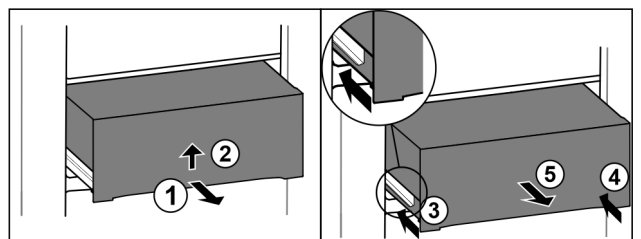

Fig. 57
- ▶ Schublade halb herausziehen Fig. 57 (1).
- ▶ Schublade an der Unterseite anheben Fig. 57 (2).
- ▶ Linke Schiene einschieben Fig. 57 (3).
- ▶ Rechte Schiene einschieben Fig. 57 (4).
- ▶ Schublade nach vorne entnehmen Fig. 57 (5).